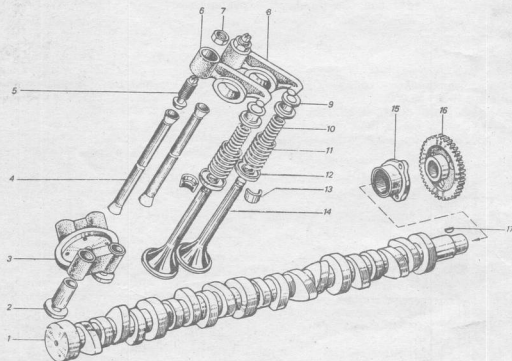

Рис. 15. Газораспределительный механизм:
38. Отогнуть усы замковых шайб 19 (Рис. 15) отвернуть болты 18 крепления с шайбами корпуса 15 подшипника распределительного вала и вынуть распределительный вал 1 в сборе из блока цилиндров. (Головка сменная 17 мм, ключ с п. к.).
104. Установить направляющие 31 (Рис. 15) толкателей на блок цилиндров, завернуть болты крепления со ступорными шайбами и уплотнительными кольцами и загнуть усы ступорных шайб. Величина момента затяжки болтов 85—95 Н. м (8,5—9,5 кгс. м). (Головка сменная 19 мм, ключ с п. к., рукоятка динамометрическая мод. 131 М).